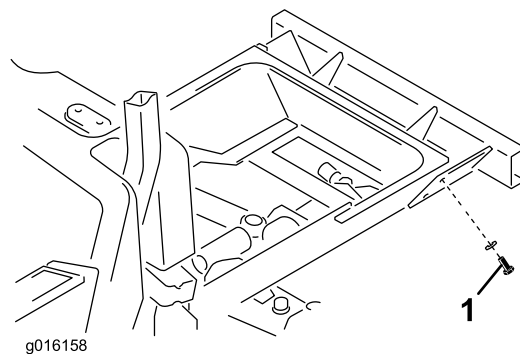

Figure 10
1. Retirez le boulon **supérieur**, la rondelle et l'écrou qui fixent le support de pare-chocs arrière au longeron de cadre gauche (Figure 10). Conservez le boulon, la rondelle et l'écrou.